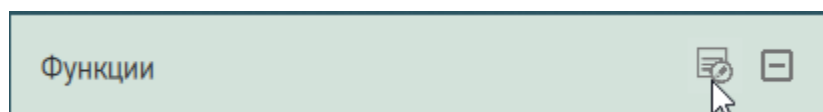

Рисунок 137 – Выбор связанных функций
11) В группе полей «Функции» перечисляются функции, связанные с объектом. Для редактирования списка функций нажать кнопку  «Редактирование» (рисунок 137).
7) В группе полей «Функции» перечисляются функции, связанные с объектом. Для редактирования списка функций нажать кнопку  «Редактирование» (см. рисунок 137).